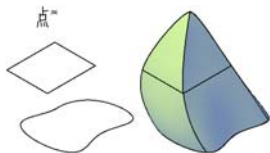

图 3-27 放样的起点为一个点
2) 如果对初提示输入“PO”回车, 将指定放样的起点为一个点, 即创建有尖点的实体或曲面, 如图 3-27 所示。接下来提示: